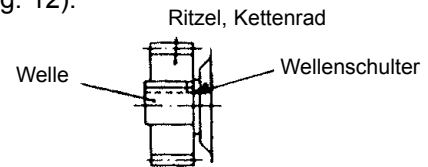

Fig. 12
a) Positionieren Sie Verbindungselemente wie Kupplungen, Kettenräder, Ritzel oder Riemenscheiben so nahe an die Wellenschulter wie möglich, falls nicht anders gefordert, damit der Lastangriff zwischen Wellenmitte und Wellenschulter liegt (Fig. 12).